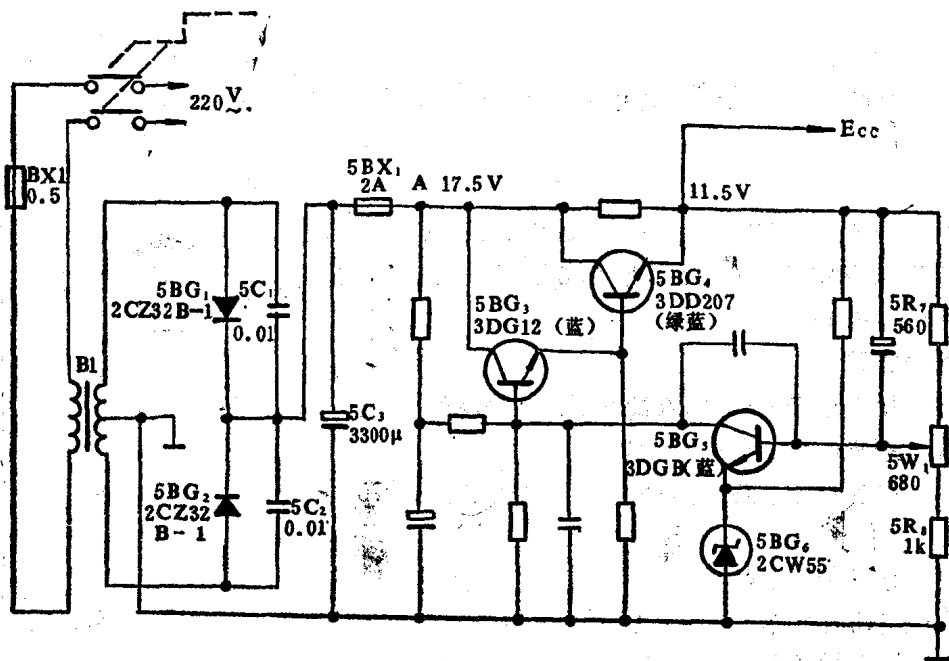

图 1-2
2. 检查整流电路。在电路上测量 $5BG_1$ 正反向电阻, 实测结果正反向电阻均为 0.6Ω 。将 $5C_1$ (见图1-2)焊开后, 再测量 $5BG_1$ 正反向电阻仍为 0.6Ω , 说明 $5BG_1$ 已击穿短路。换上一只2CZ32B二极管后, 电视机恢复正常, 故障排除。